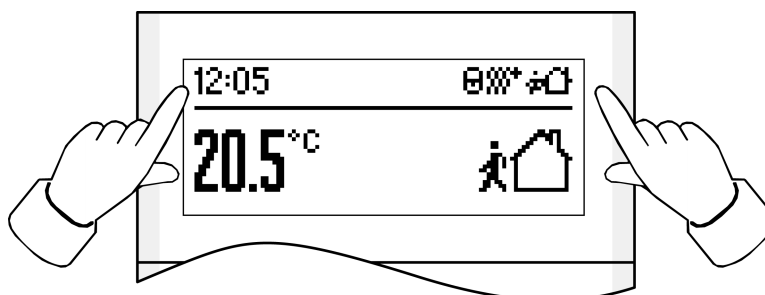

Figura 2
- Azionare contemporaneamente i due tasti accanto all'indicatore (Vedi figura 2).